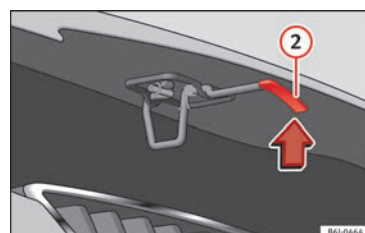

Fig. 7 Came sous le capot.
- Soulever le capot : appuyez sur la bascule sous le capot-moteur de manière à ce qu'elle soit orientée vers le haut » **fig. 7** ②. Le crochet de fixation est alors déverrouillé.